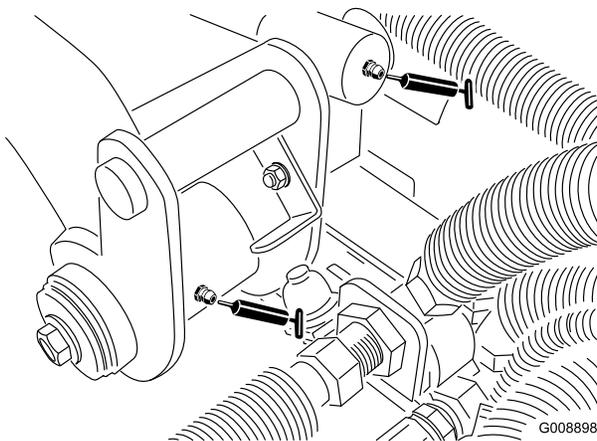

Figure 33
- Pivot de bras de levage arrière et vérin de relevage (2) (Figure 33)